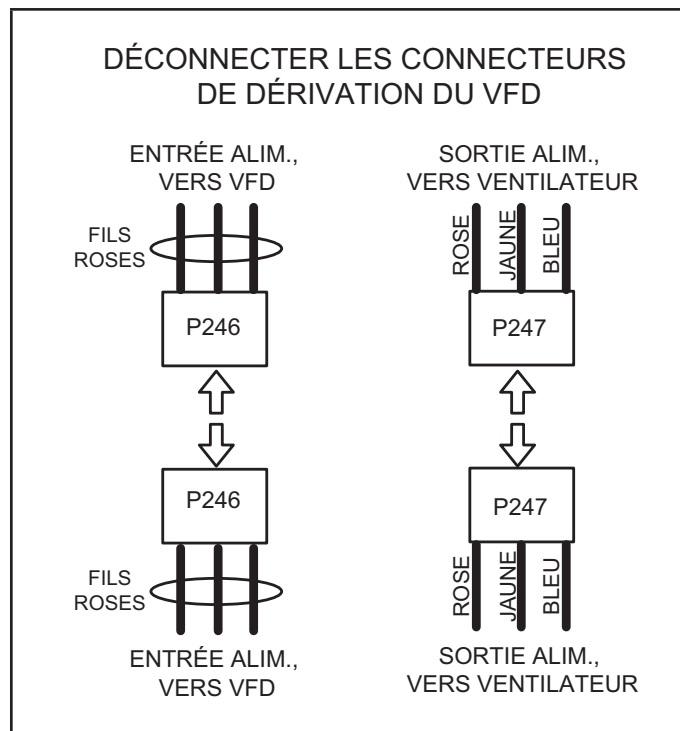

FIGURE 41
- 3 - Déconnectez P246 de P246 (alimentation du VFD) et P247 de P247 (alimentation sortant du ventilateur). Reportez-vous à la FIGURE 41.